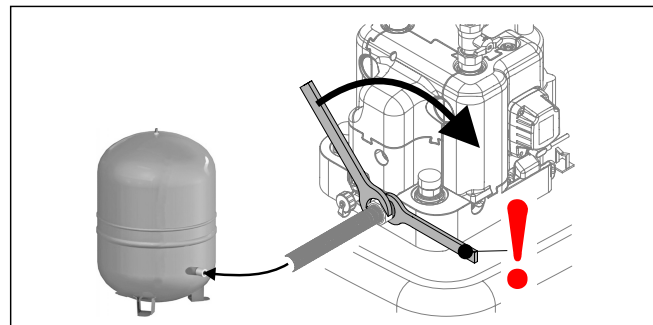

Fig. 3-33 Montaggio del vaso di espansione a membrana
- 7 Collegamento del vaso di espansione a membrana (vedere Fig. 3-33)